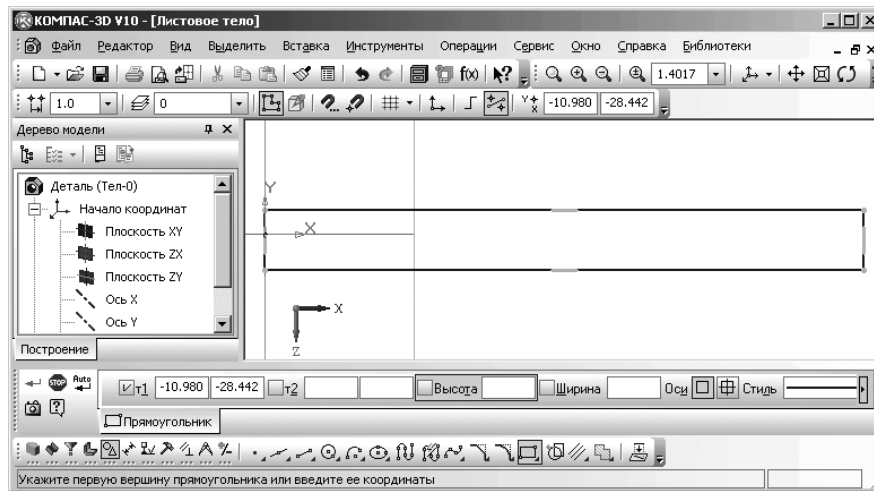

Рис. 7.9. Главное окно системы
- щелкните по клавише **F9** для показа всего эскиза полосы. Это состояние системы показано на рис. 7.9;